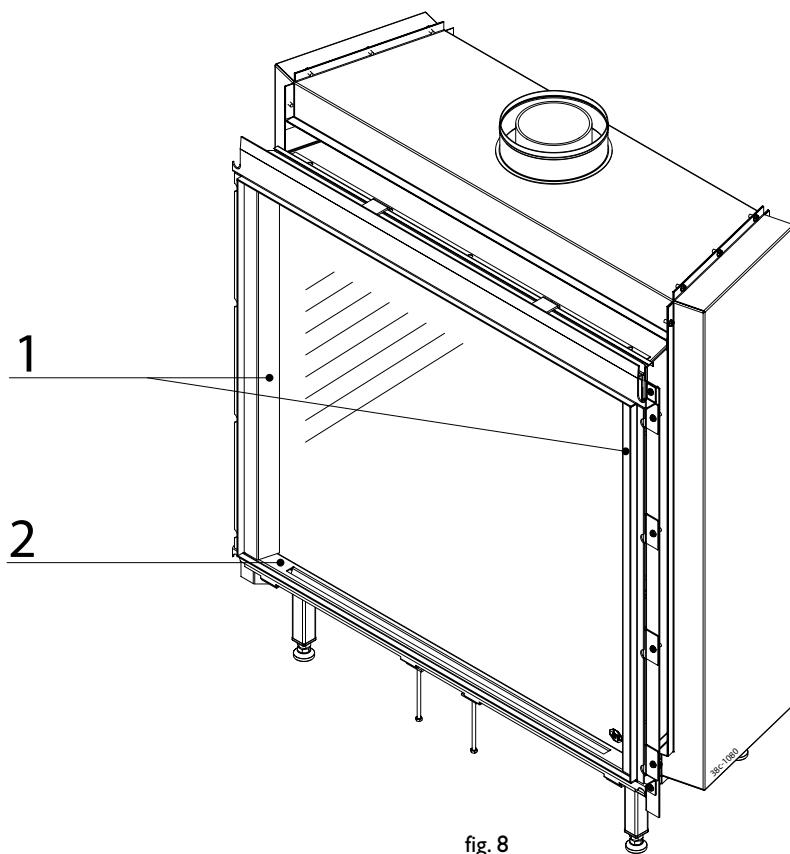

fig. 8
Verwijder de sierpanelen, worden los geleverd, 1 en 2 (fig. 8) Verwijder de zes parkers (3) met de bij geleverde sleutel (fig. 9).